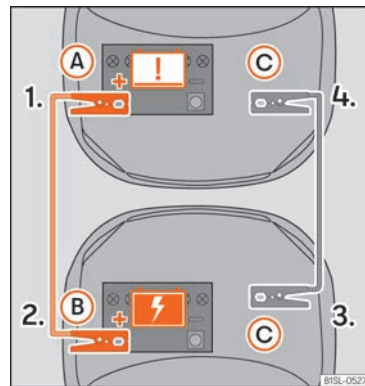

Fig. 41 Esquema de connexió.
Els cables d'arrencada només s'hauran de connectar seguint l'ordre »» fig. 41 1. > 2. > 3. > 4.
- Emborneu un extrem del cable *vermell* d'emergència al pol positiu + del vehicle amb la bateria descarregada  »» fig. 41.